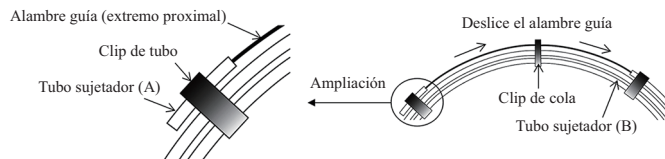

Figura 2
- Suelte la guía del clip de cola y deslicela lentamente, presione el extremo distal de la guía a través del tubo sujetador (B) (Figura 2).